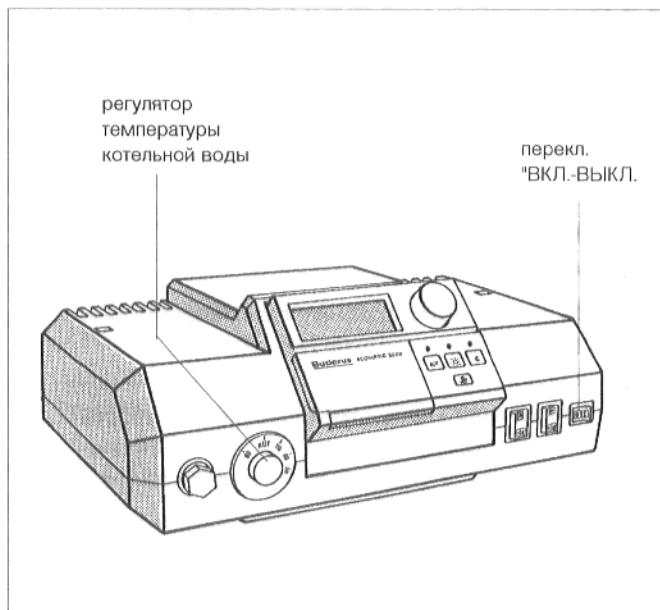

Рис. 28: система регулирования 2000
- Установить переключатель режима работы (рис. 28 или 29) на позицию I (ВКЛ.).
- Установить регулятор температуры котельной воды (рис. 28 или 29) на "АУТ".